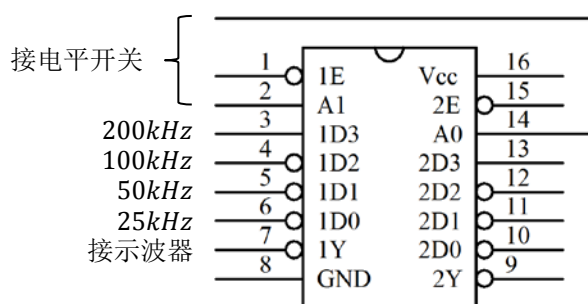

图 3.2 74LS153
(1)、将双 4 选 1 数据选择器 74LS153 参照图 3.2 接线，测试其逻辑功能并填写功能表 3.2。